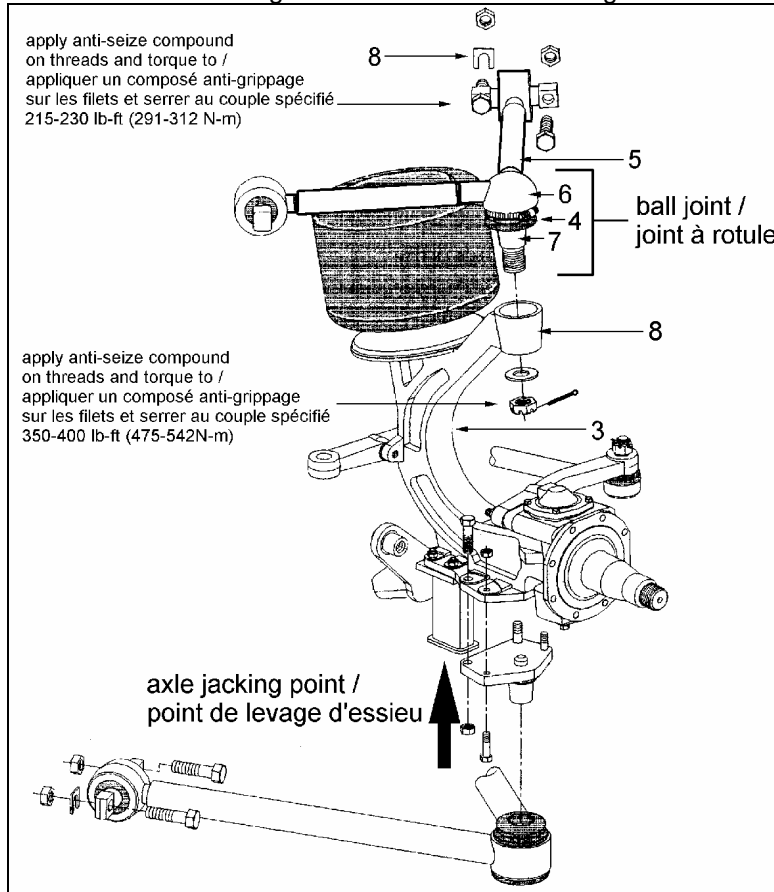

FIGURE 5 : DÉTAIL DE LA SUSPENSION INDÉPENDANTE AVANT
3. Supporter adéquatement les membrures verticales de suspension (figure 5) par les points de levage (figure 5) à l'aide de chandelles.
6. Vérifier si le soufflet (figure 5) est perforé ou si des fuites de graisse sont visible.
- II. Si le soufflet est perforé et il y a traces de contamination de la graisse ou présence de rouille et que le logement de la rotule (figure 5) est endommagé (voir étape suivante), le bras triangulaire de suspension devra être remplacé (Partie C).
7. Localiser le joint à rotule (figure 5).
3. Supporter adéquatement la membrure verticale de suspension (figure 5) par le point de levage (figure 5) à l'aide d'une chandelle.
6. Retirer la goupille fendue et dévisser partiellement l'écrou à la base du joint à rotule (figure 5). À l'aide d'un cric hydraulique ou d'un extracteur (puller), extraire le joint à rotule du manchon conique (figure 5), en procédant avec précaution. Durant l'extraction, changer la position de la suspension en modifiant la hauteur du véhicule.